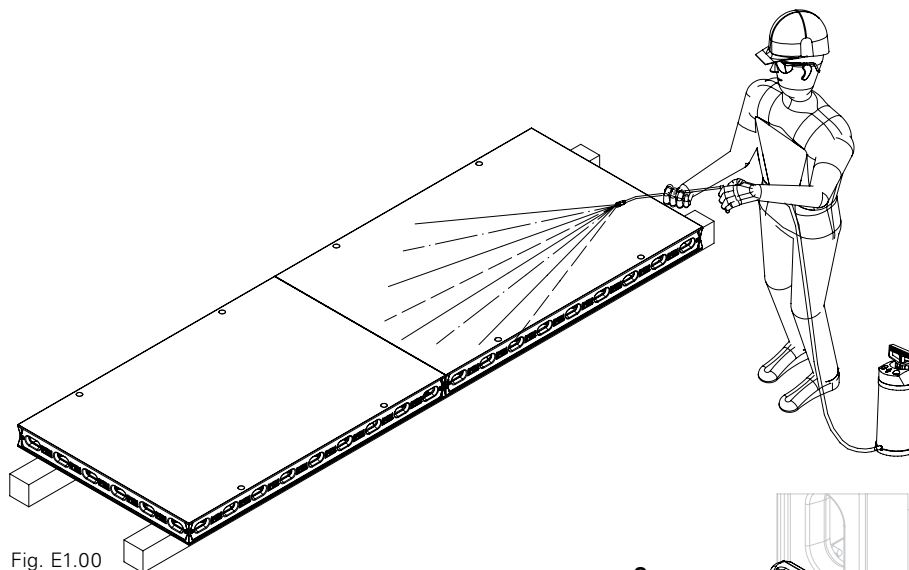

Fig. E1.00
- Il materiale composito non reagisce chimicamente con il calcestruzzo. Per ridurre al minimo le operazioni di pulizia e l'usura dei pannelli di rivestimento, è consigliabile spruzzare il disarmante PERI Plasto Clean su tutti i componenti prima di ogni impiego; in alternativa è possibile impiegare disarmanti a base di cera o solventi. (Fig. E1.00) Non usare oli (es. gasolio, cherosene). Attenersi alle indicazioni di sicurezza.